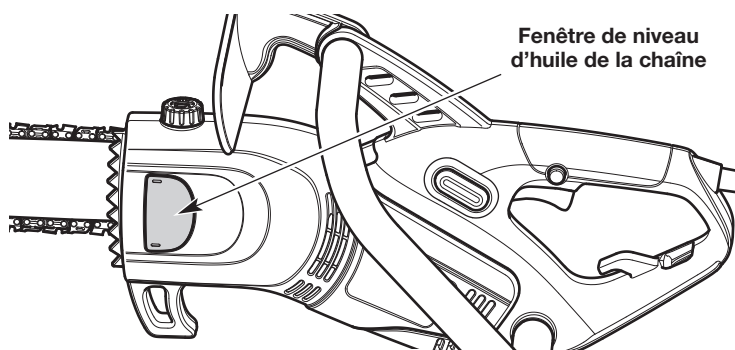

Fig. 25
2. Regardez dans la fenêtre de niveau d'huile de la chaîne. Le niveau d'huile doit remplir la fenêtre au moins à mi-chemin (Fig. 25). Si le niveau d'huile est trop bas, ajouter de l'huile à guide et chaîne. Se reporter à la section *Remplissage du réservoir d'huile de la chaîne*.